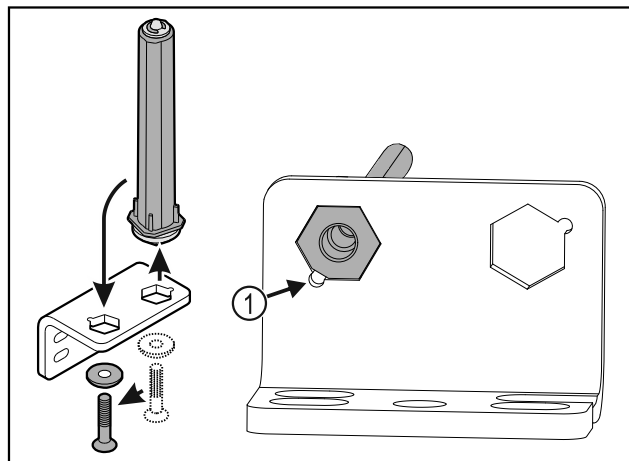

Fig. 19
- Dbejte, aby při vsazování ukazovalo zešikmení čepu Fig. 19 (1) ke kulatému otvoru.